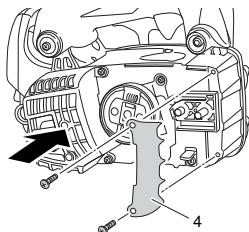

Fig. 3
\*Si vous devez monter la griffe (4), montez la griffe (4) sur l'appareil à l'aide des deux vis. (**Fig. 3**)